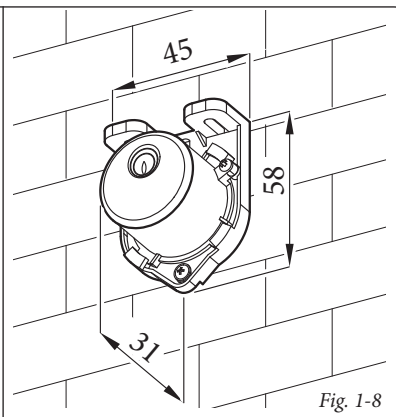

Fig. 1-8
• Sonda esterna di temperatura (Fig. 1-8). Questa sonda è collegabile direttamente all'impianto elettrico della caldaia e consente di diminuire automaticamente la temperatura massima di mandata all'impianto all'aumentare della temperatura esterna in modo da adeguare il calore fornito all'impianto in funzione della variazione della temperatura esterna. La sonda esterna agisce sempre quando connessa indipendentemente dalla presenza o dal tipo di termoregolatore utilizzato e può lavorare in combinazione con entrambi i termoregolatori. Il collegamento elettrico della sonda esterna deve avvenire ai morsetti G e J sulla morsetteria di allacciamento X86 della caldaia (Fig. 1-4).